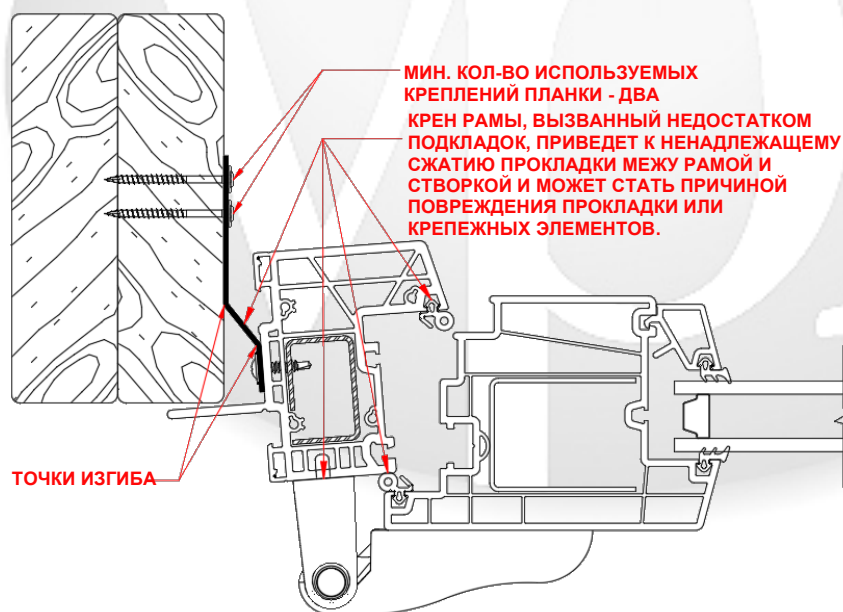

Рис. 20 Косяк: Крен рамы двери со стальной планкой и крепежным бортиком
- II) Ниже приведен пример двери, оснащенной стальной планкой и крепежным бортиком, которая неправильно укреплена подкладками, в результате чего наблюдается крен рамы. (См. рис. 20)